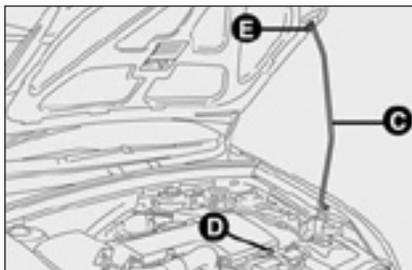

рис. 114
- поднимите капот и в то же время освободите стержень **C** - **рис. 114** от фиксатора **D** - **рис. 114**, затем установите наконечник стержня в нишу капота **E** - **рис. 114**.
ЧТОБЫ ЗАКРЫТЬ КАПОТ рис. 114